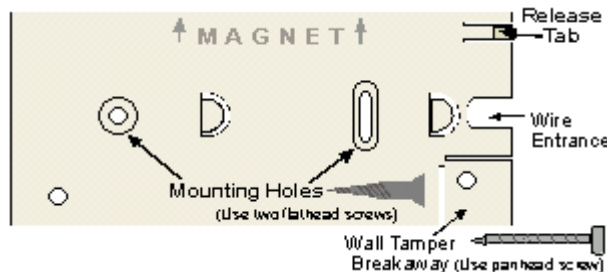

Figura 2 - Placa de montaje
- Coloque la placa de montaje sobre la posición deseada. Si conecta un dispositivo externo, sitúe la placa de montaje de forma que el cableado pase a través de la entrada de cables (vea la Figura 2).
- Fije la placa de montaje mediante dos tornillos de cabeza plana (vea la Figura 2).
- use también un tornillo de cabeza remachada para la lengüeta del Tamper de pared (vea la Figura 2).